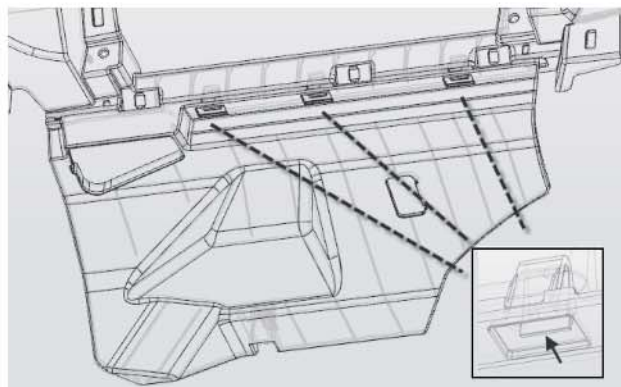

图 1-23 仪表板左/右下隔音板总成结构示意图
(1) 用一字螺丝刀沿图 1-23 箭头所指方向用力按压，直到卡脚脱出卡扣孔；
(2) 下拉隔音板，将所有卡扣拉出，拔掉脚部照明灯线束接插件，即可取下右下隔音板。